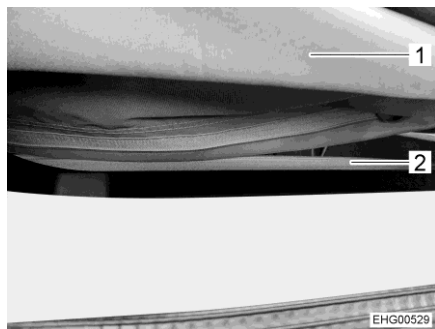

Fig. 54 Cremallera
- Abrir la cremallera (Fig. 54,2) en la parte inferior del fuelle (Fig. 54,1) completamente.